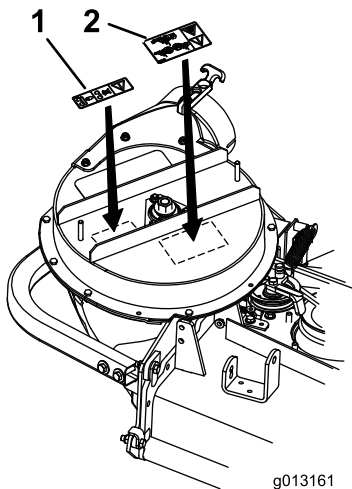

Figura 1
2. Limpie la zona donde se van a instalar las pegatinas (Figura 1).
3. Instale las pegatinas según se muestra en Figura 1.